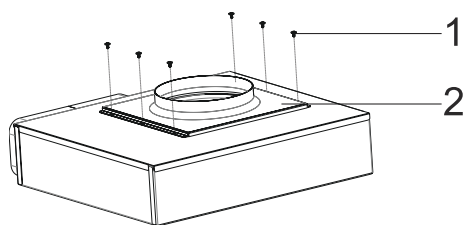

Abb. 11
■ Die 6 Schrauben am Abluftstutzen abschrauben und den Abluftstutzen abnehmen (Abb. 11).